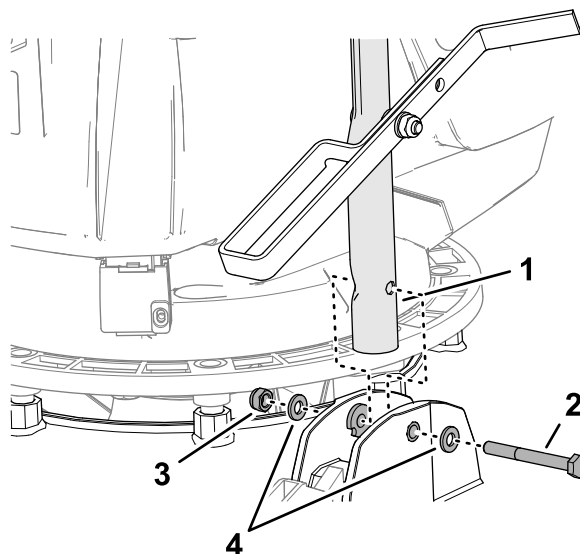

**Bild 7**
3. Richten Sie das Loch im Holm mit den Löchern in den Buchsen aus (**Bild 7**) und befestigen Sie den Holm mit einer Schraube (6 x 55 mm), zwei Unterlegscheiben (6 mm) und einer Sicherungsmutter (6 mm) an der Maschine.